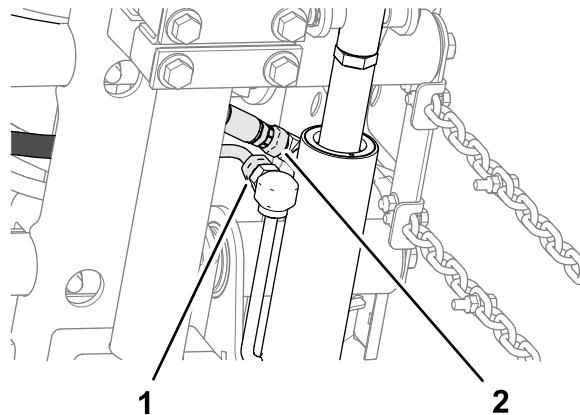

Figura 16
2. Allineate un distanziale tra la piastra portante e la piastra di montaggio (Figura 16) e assemblate senza serrare le piastre e il distanziale con un bullone a testa tonda ( $\frac{3}{8}$ " x  $1\frac{1}{4}$ " ) e un dado di bloccaggio flangiato ( $\frac{3}{8}$ " ).